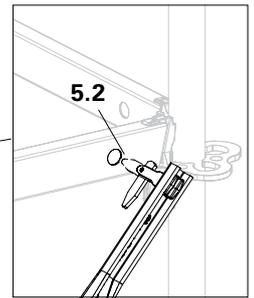

Fig. A1.03a
4. Insertar el pestillo pivotante (5.2) en el orificio del larguero superior y asegurarlo, colocándolo en posición transversal para fijarlo. (Fig. A1.03a)
7. En caso de necesidad puede retirarse la diagonal en planta (10).